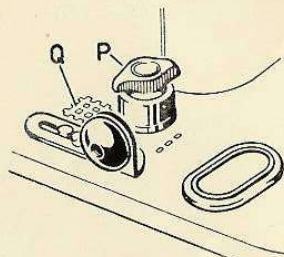

Fig. 18
- Turn button « P » so that one of its prongs faces the square mark « Q » (Fig. 18).